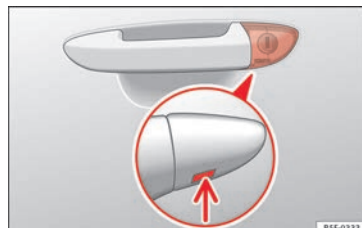

Fig. 3 Manípulo da porta do condutor: canhão da fechadura oculto.
- Introduza o palhetão na abertura inferior da tampa do manípulo da porta do condutor » **Fig. 3** (seta) e levante a tampa de baixo para cima.